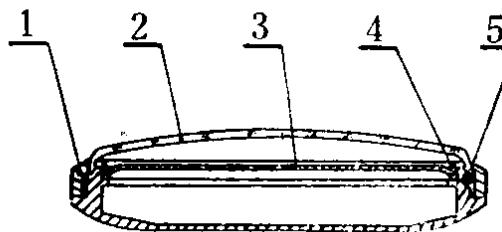
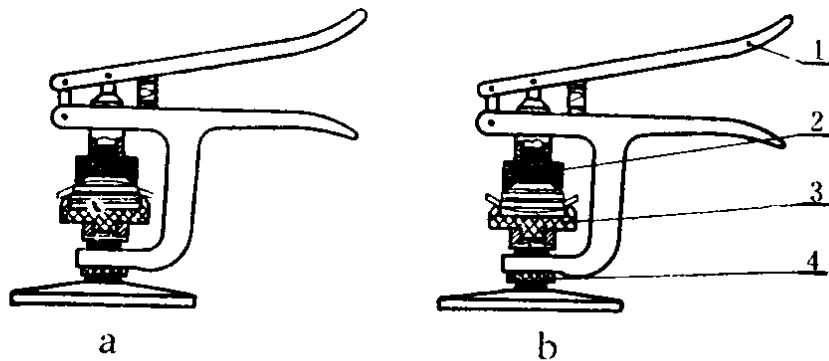

图1-26 罗马表壳结构图
图1-27 罗马表搬子示意图
(1) 专门用来打开类似罗马(ROAMOR)牌手表的搬子：罗马牌手表的表壳部件没有后盖。它分为两部分：存放机芯的壳体部分和壳架部分(见图1-26)，这两部分压合在一起。要将机芯从表壳中取出，须在专用的罗马表搬子上使两者分开。罗马表搬子的结构如图1-27所示。